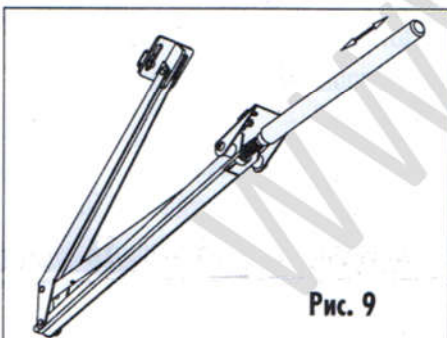

Рис. 9
Поворотом цилиндра (1), можно регулировать температуру, при которой происходит открывание (Рис. 9). При повороте по часовой стрелке, проветриватель открывает форточку и больше и раньше. При повороте против часовой стрелки, проветриватель открывает форточку и меньше и позже.